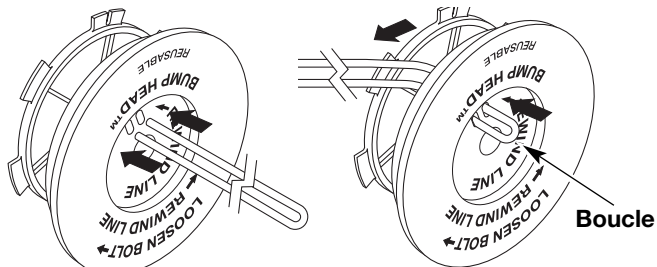

Fig. 31
- Découpez environ 6 m (20 pi) de fil neuf et faites-en deux boucles de longueurs égales. Insérez chaque extrémité de fil dans l'un des deux trous du moulinet (Fig. 31). Tirez le fil à travers le moulinet pour que la boucle soit la plus petite possible.